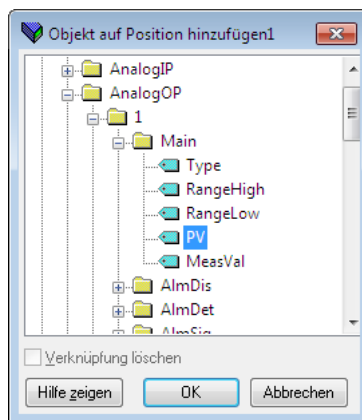

Abbildung 7.8.1b Parameter Browser Fenster
4. Für die gewählte Zeile öffnet sich ein Parameter Browser Fenster (Abbildung 7.8.1b), aus dem Sie einen Parameter wählen können.